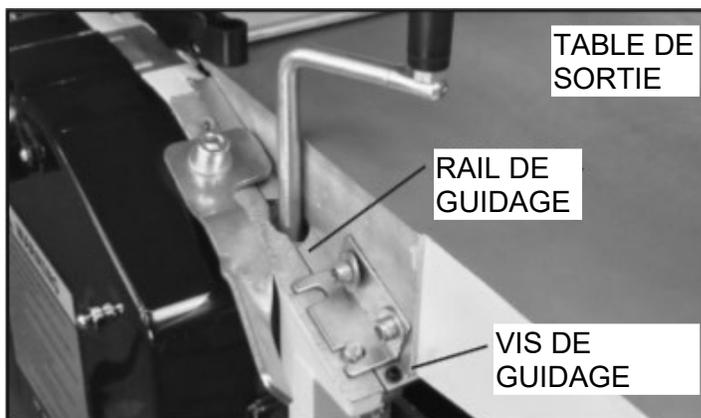

FIG. 18
4. Ajuster l'ANGLE et l'inclinaison de la table d'alimentation avec les vis de guidage d'hexagone (#160) situées sur les zones arrière sur les deux rails de guidage (#159 ,161). FIG. 18.